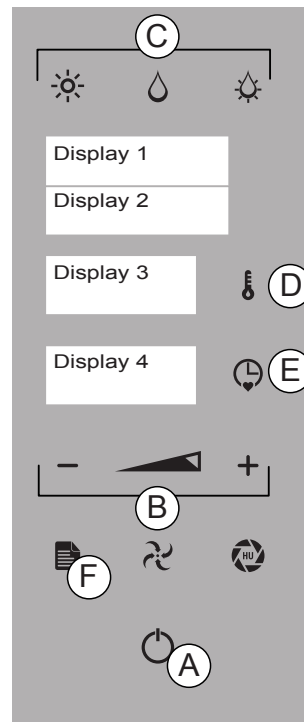

Fig.1
4. Wybrać tryb pieczenia (Rys. 1/C), temperaturę (Rys. 1/D), temperaturę sondy (Rys. 1/E) i żądane parametry (p. roz. 5).
Wcisnąć przycisk „ENTER” (Rys. 1/A), aby uruchomić pieczenie.
Aby wyjść z funkcji i powrócić do menu głównego wcisnąć przycisk „MENU” (Rys. 1/F).
3. Za pomocą przycisków „MINUS” i „PLUS” (Rys. 1/F) wybrać funkcję „DELTA T”.
Wcisnąć przycisk „TEMPERATURA” (Rys. 1/D) i ustawić stałą różnicę temperatury pomiędzy komorą a sondą punktową w zakresie od **20° do 120°**.
Wcisnąć przycisk „CZAS” (Rys. 1/E) i za pomocą przycisków „MINUS”, „PLUS” (Rys. 1/B) ustawić temperaturę sondy. Wcisnąć przycisk „CZAS”, aby potwierdzić.